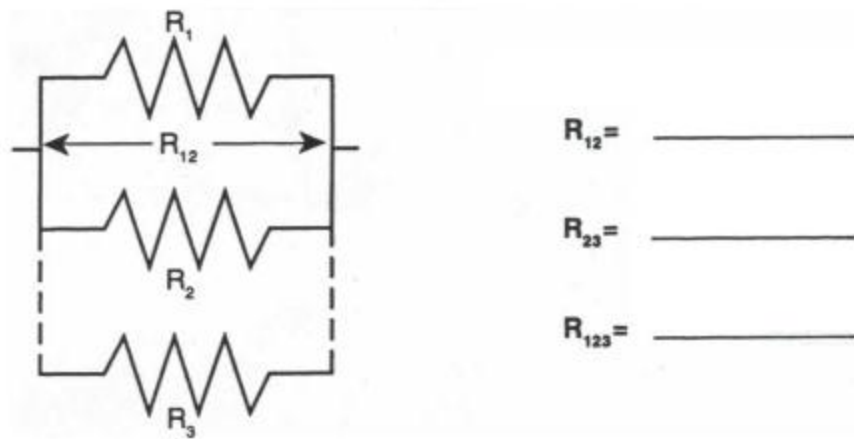

Figura 22: Diagrama de resistencias en paralelo.
5. Construya un circuito en paralelo como muestra la figura 22, primero usando combinaciones de dos resistencias y luego utilizando las tres. Mida y anote los resultados. ¿Qué observas?